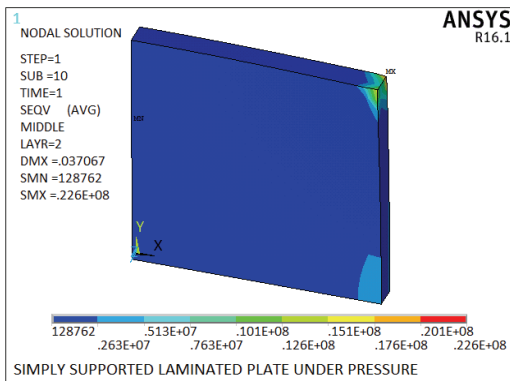

图 6-55 第 2 层等效应力等值线图
10) 选择 Main Menu | General Postproc | Plot Results | Contour Plot | Nodal Solu 命令, 出现 Contour Nodal Solution Data 对话框, 在 Item to be contoured 列表框中选择 Nodal Solution | Stress | von Mises stress, 单击 OK 按钮, ANSYS 窗口将显示如图 6-55 所示的等效应力等值线图。